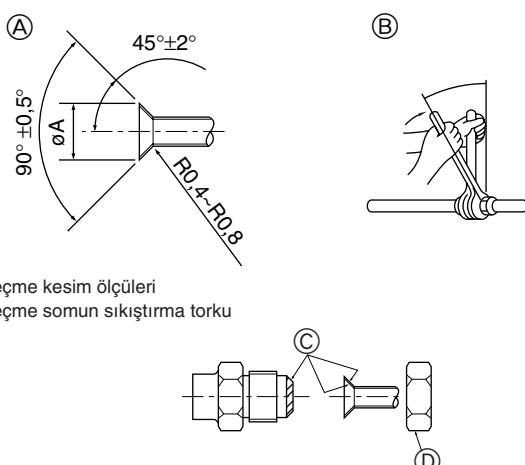

Fig. 5-1
5.2. Boruların bağlanması (Fig. 5-1)
- Geçme somunu sıkmadan önce boru ve conta bağlantı yüzeylerine ince bir tabaka halinde soğutucu yağı uygulayınız. (A)
- Boru bağlantılarını iki somun anahtarıyla sıkınız. (B)
- Bütün geçme yatağı yüzeyine soğutucu makine yağı sürünen. (C)
- Geçme somunları şu şekilde kullanın. (D)
(A) (Fig. 5-1)
(B) (Fig. 5-1)